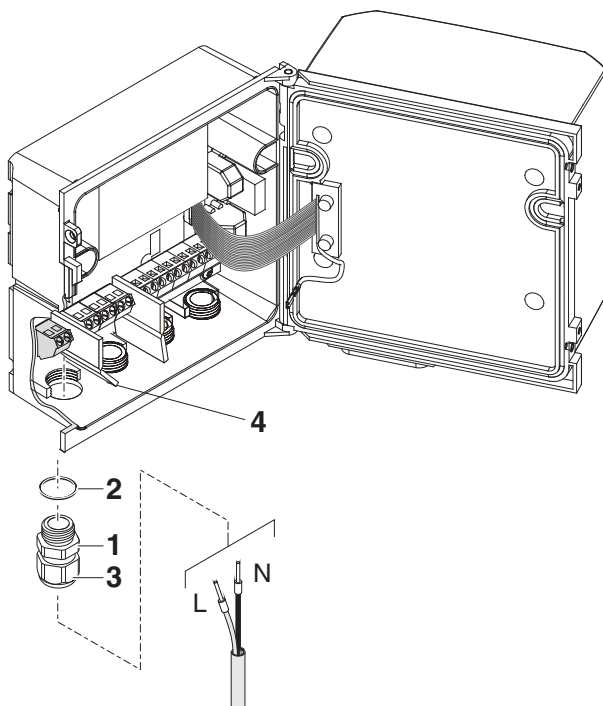

fig. 3-16 Introduction du câble 24 V AC/DC.
- 5 Visser un passe-câbles à vis (pos. 1 fig. 3-16) avec bague d'étanchéité (pos. 2) dans le boîtier au-dessous du raccordement secteur 24V AC/DC.
- 6 Desserrer l'écrou de serrage (pos. 3).
- 7 Introduire le câble 24 V AC/DC dans le boîtier à travers le passe-câbles à vis. Ce faisant, plier la cloison de séparation flexible (pos. 4) vers la droite.
- 9 Serrer l'écrou de serrage (pos. 3 fig. 3-16).